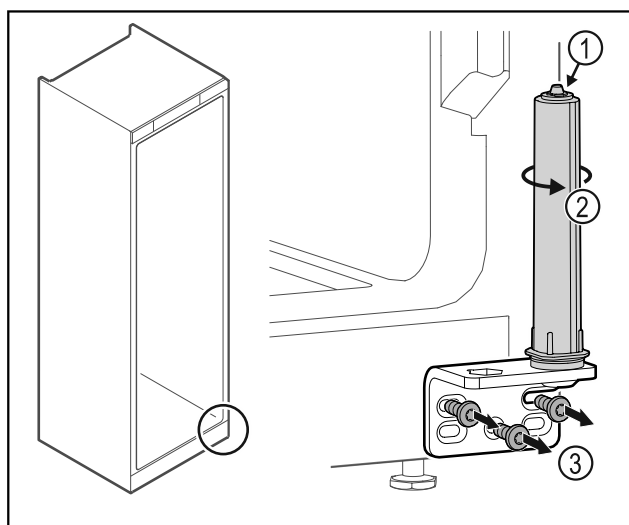

Fig. 28
- ▶ Nerozebírejte uzavírací systém dvířek Fig. 28 (1).
- ▶ Otáčejte uzavíracím systémem Fig. 28 (2), dokud nezacvakne.
- ▶ Odšroubujte úhelník závěsu Fig. 28 (3).